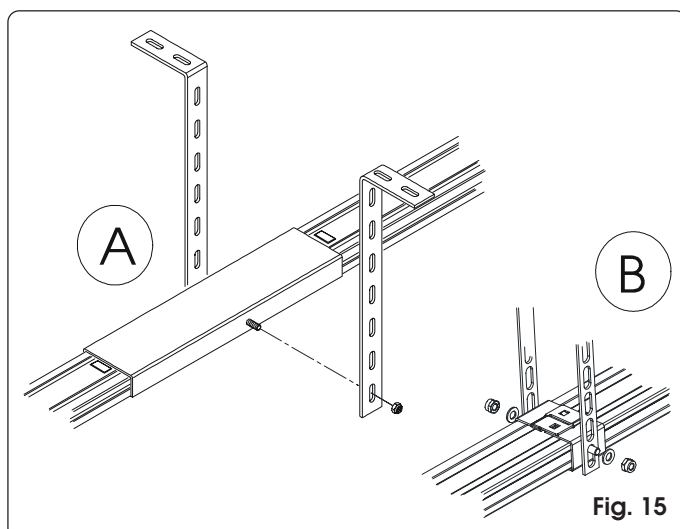

Fig. 15
- 13) Se si utilizza una guida in due pezzi con raccordo centrale (fig. 15 rif. A) od il supporto centrale per binario unico (fig. 15 rif. B - opzionale), procedere al fissaggio a soffitto utilizzando le apposite staffe e procedendo come ai passi 9, 10 e 12 (fig. 15).